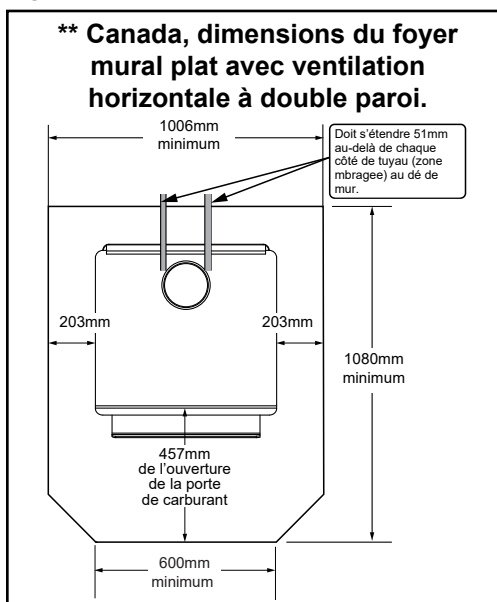

Figure 9.2 - ** Cette dimension varie en fonction de l'installation.
Au Canada, une protection de sol similaire doit être fournie à 457 mm (18 pouces) à l'avant et à 203 mm (8 pouces) des côtés et de l'arrière de l'appareil, à moins que le foyer ne soit contre le mur (**Figure 9.2**). Ensuite, le dégagement peut être réduit à l'aide d'un tuyau à double paroi et du tableau Dégagement par rapport aux matériaux inflammables indiqué à la page 10.
***Exception :** Les protections incombustibles pour le sol doivent s'étendre sous le conduit lorsque l'évacuation est horizontale et se prolonger de 51 mm (2 po) de chaque côté du conduit; **Voir → figure 9.2.**